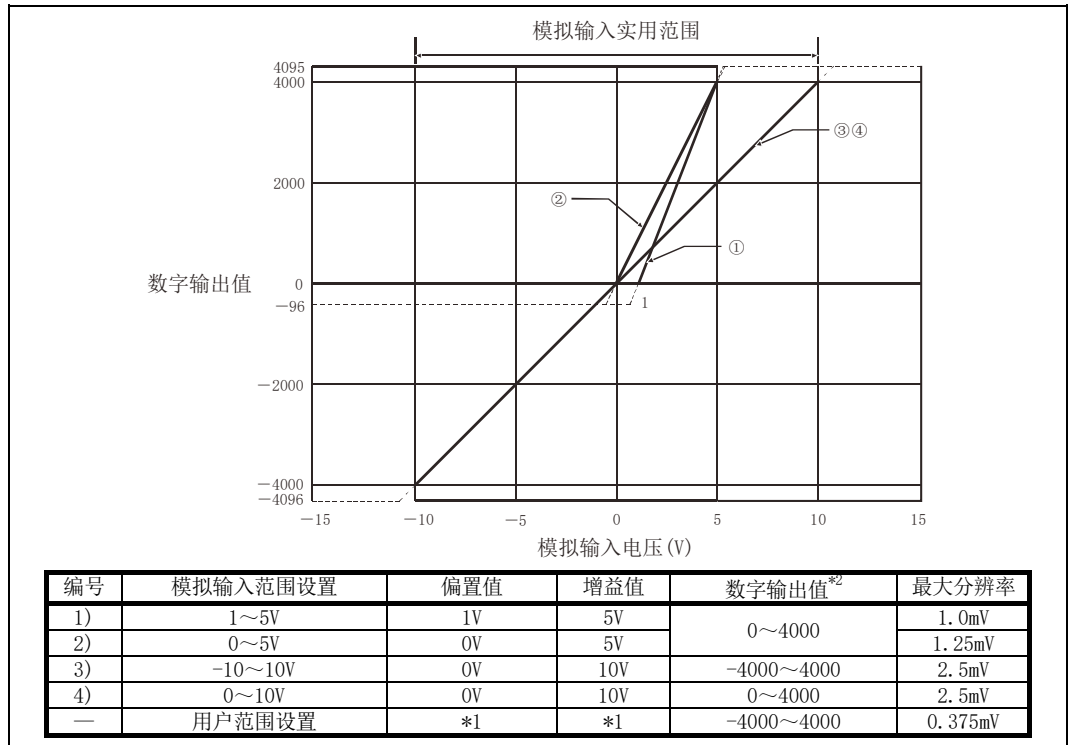

图3.1 普通分辨率模式的电压输入特性
普通分辨率模式的电压输入特性的曲线图如图 3.1 所示。
(1) 应在各输入范围的模拟输入范围以及数字输出范围的范围内使用。 如果超出了该范围，最大分辨率、精度有可能不在性能规格的范围內。(应避免使用图3.1、3.2的虚线部分。)
(2) 如果输入-15~15V以外的范围的值，则元件可能被破坏。